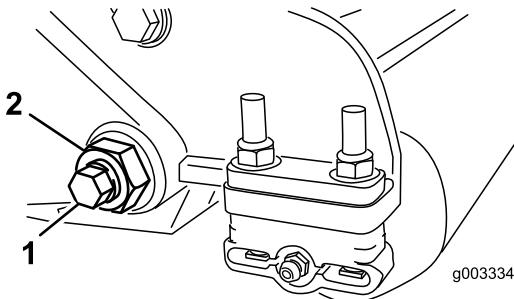
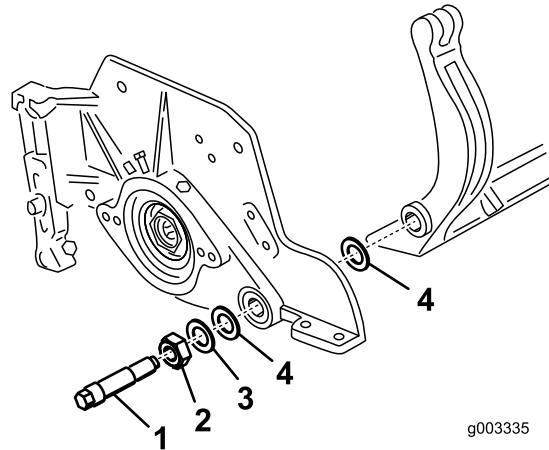

Figure 35
Figure 36
3. De chaque côté de la machine, desserrez le contre-écrou de fixation du boulon de la barre d'appui (Figure 35).
4. Retirez les boulons de la barre d'appui de façon à pouvoir abaisser la barre et la déposer de la machine (Figure 35). Mettez de côté les 2 rondelles en nylon et la rondelle en acier estampé situées de chaque côté de la barre d'appui (Figure 36).
Remarque: Une rondelle en nylon doit être placée de chaque côté du bossage de la plaque latérale. Placez une rondelle en acier à l'extérieur de chaque rondelle en nylon (Figure 36).